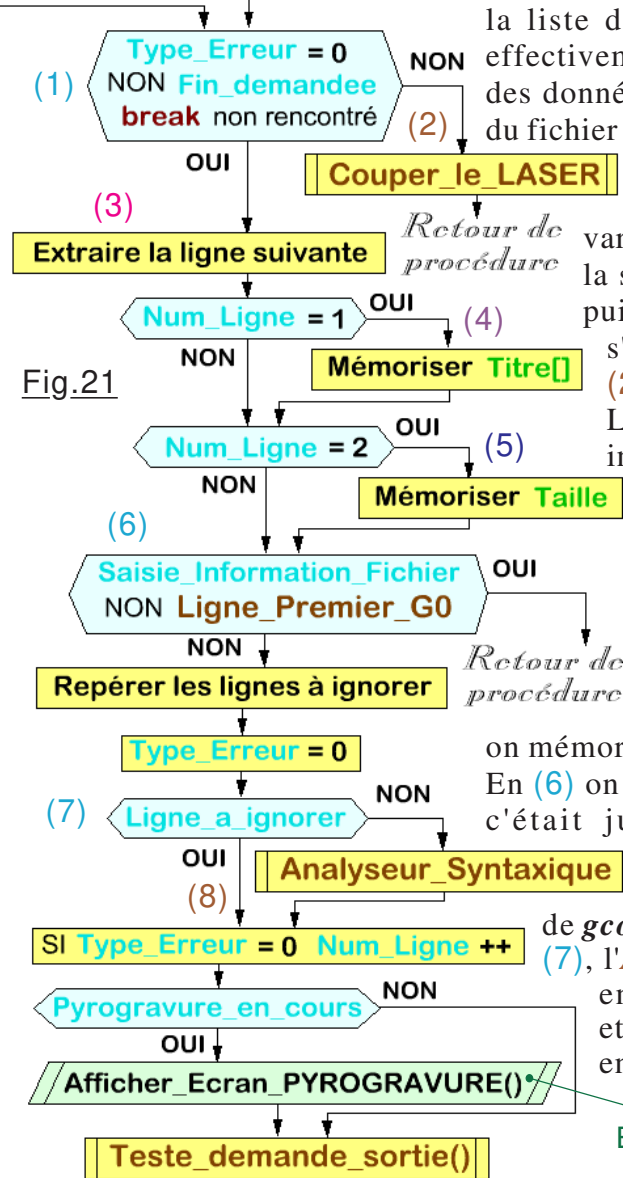

Fig.21
Lorsque la procédure de la Fig.21 est invoquée, le fichier image indexé dans la liste des entités valides est effectivement ouvert et le début des données y est pointé. La fin du fichier engendre un **break**. On débute en initialisant les nombreuses variables impliquées dans la séquence de la boucle, puis en (1) le test vérifie s'il ne faut pas sortir en (2) et couper le LASER. La liste des variables initialisées est présentée dans le tableau de la Fig.22 en chapitre 8/8. La ligne de **gcode** suivante est extraite en (3) suivie en (4) de l'extraction du **Titre**. Puis en (5) on mémorise la **Taille** du fichier. En (6) on sort de la procédure si c'était juste une saisie des caractéristiques de l'image. Si la ligne de **gcode** est significative en (7), l'**Analyseur Syntaxique** en (8) traite l'instruction et réalise les actions qui en découlent.